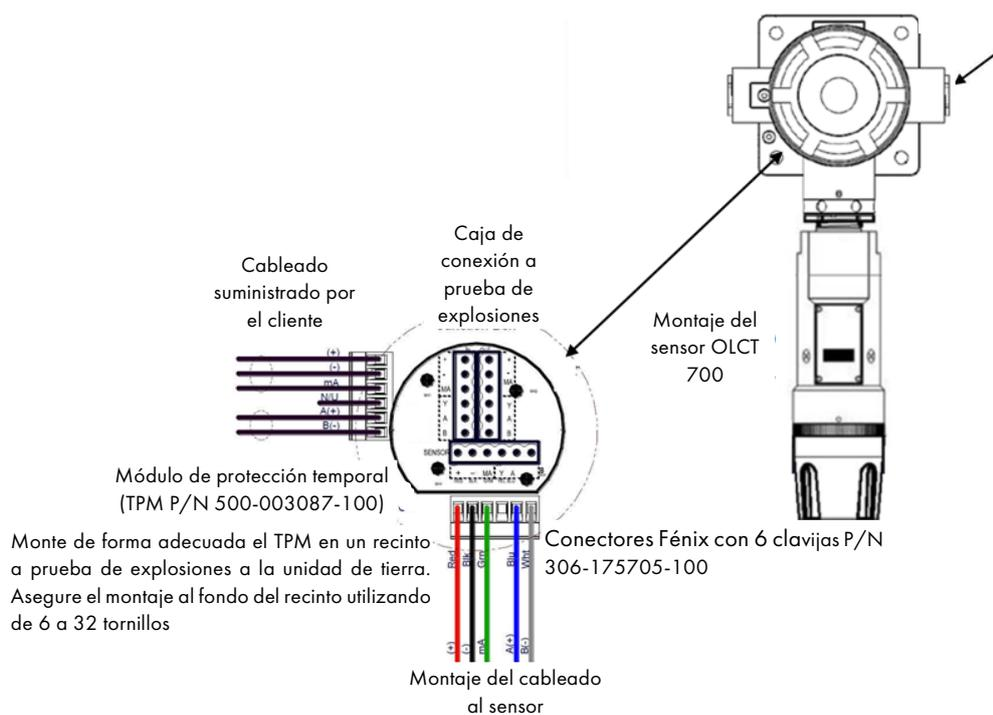

Figura 9: Instalación típica
**Una instalación eléctrica adecuada del detector de gas es crítica para que cumpla con los códigos eléctricos y para evitar daño debido a pérdidas de agua. Consulte la Figura 9 y la**